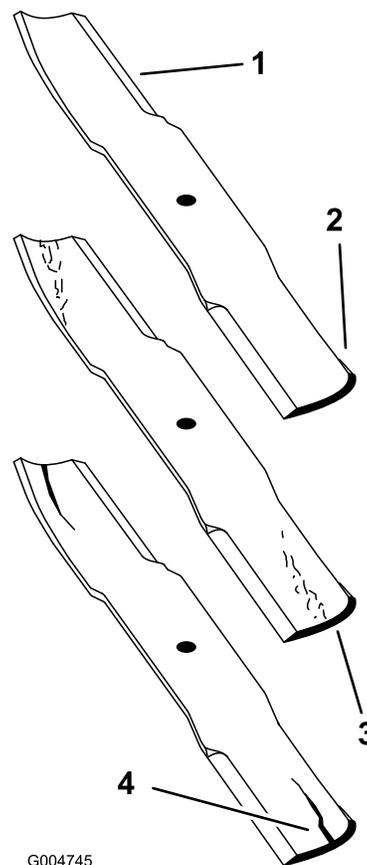

Figure 61
1. Examinez le tranchant des lames (Figure 61).
2. Inspectez les lames, surtout la partie relevée (Figure 61).
Remarque: Remplacez immédiatement toute lame fendue, usée ou qui présente une entaille (Figure 61).